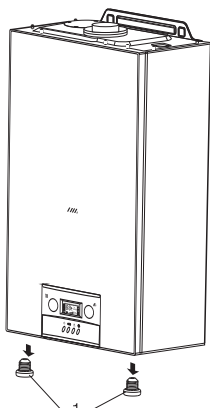

Рис. 14
- отвинтить 2 болта в нижней части котла (поз.1 рис. 14);